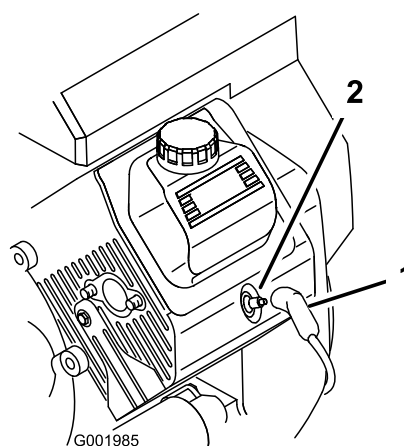

Figure 53
3. Débranchez les fils des bougies (Figure 53).
3. Rebranchez les bougies (Figure 53).